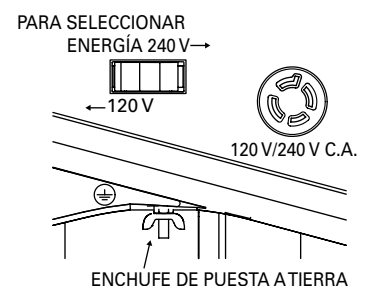

Fig.1
1. Ubique el enchufe de conexión a tierra que se encuentra debajo del panel de control del generador (se muestra en la Fig. 1).